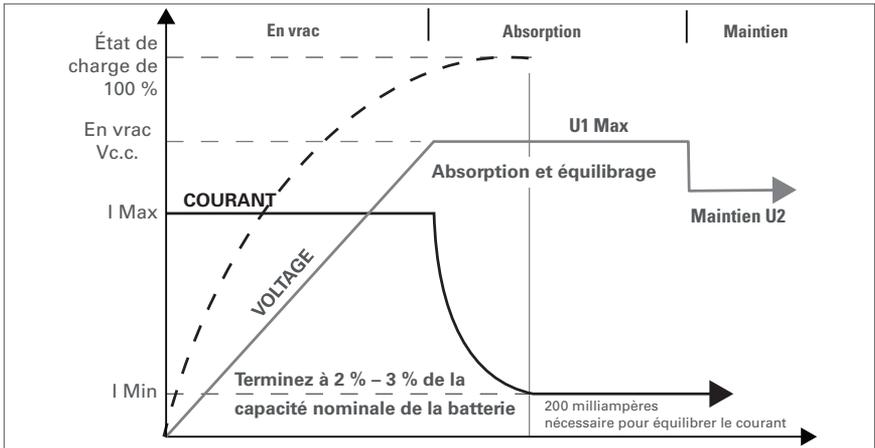

Figure 14. Graphique de charge.
- **C'est possible**. La charge à court terme à l'aide d'un chargeur au plomb n'est possible que si les tensions en vrac et d'absorption sont égales ou inférieures à la tension en vrac. Reportez-vous au **Tableau 2-1 Spécification électrique Helios** des paramètres de charge et à la **figure 14 Graphique de charge**.